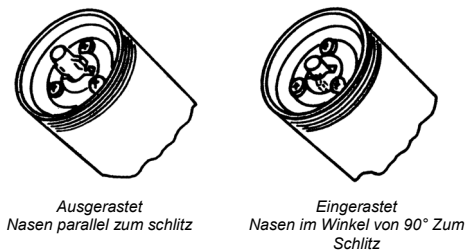

Figure 4
1) Rasten Sie den Folgestab ein (siehe Fig 4)
- 1) Rasten sie den folgestab im stempel ein (siehe fig. 4)